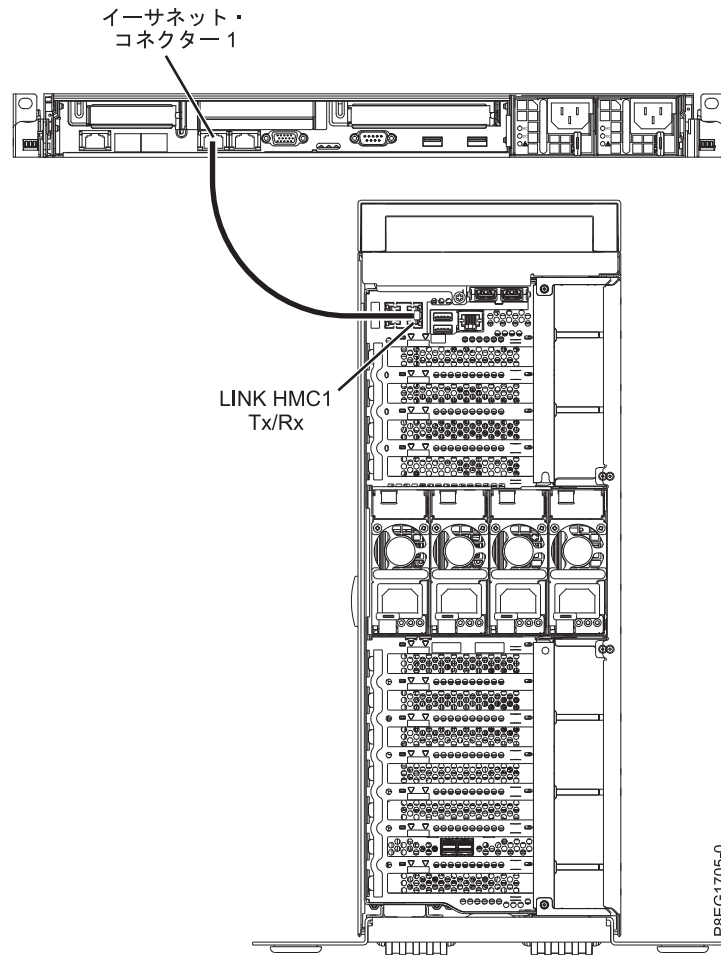

図 21. 管理対象システムへの HMC の取り付け
1. HMC を管理対象システムに直接接続する場合は、HMC の イーサネット・コネクター 1 を管理対象システムの HMC1 ポートに接続します。 47 ページの図 21 を参照してください。